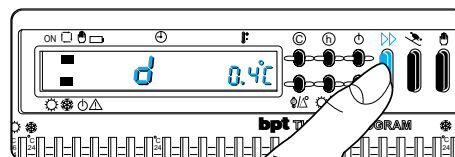

Fig. 11
4.2 - Premere il pulsante \gg (fig. 11) per selezionare il differenziale termico a $\pm 0,4^\circ\text{C}$.